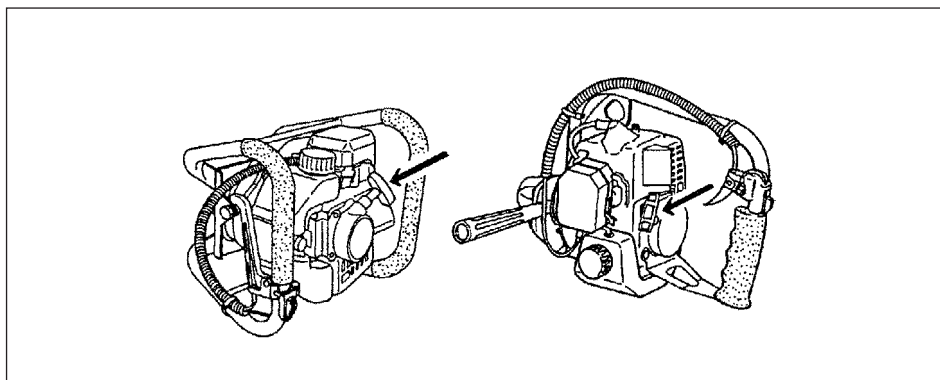

Fig. 2-4
3. Tirer vivement sur la corde du lanceur, en faisant attention de bien tenir la poignée sans la laisser se détacher brusquement. (Fig. 2-4)